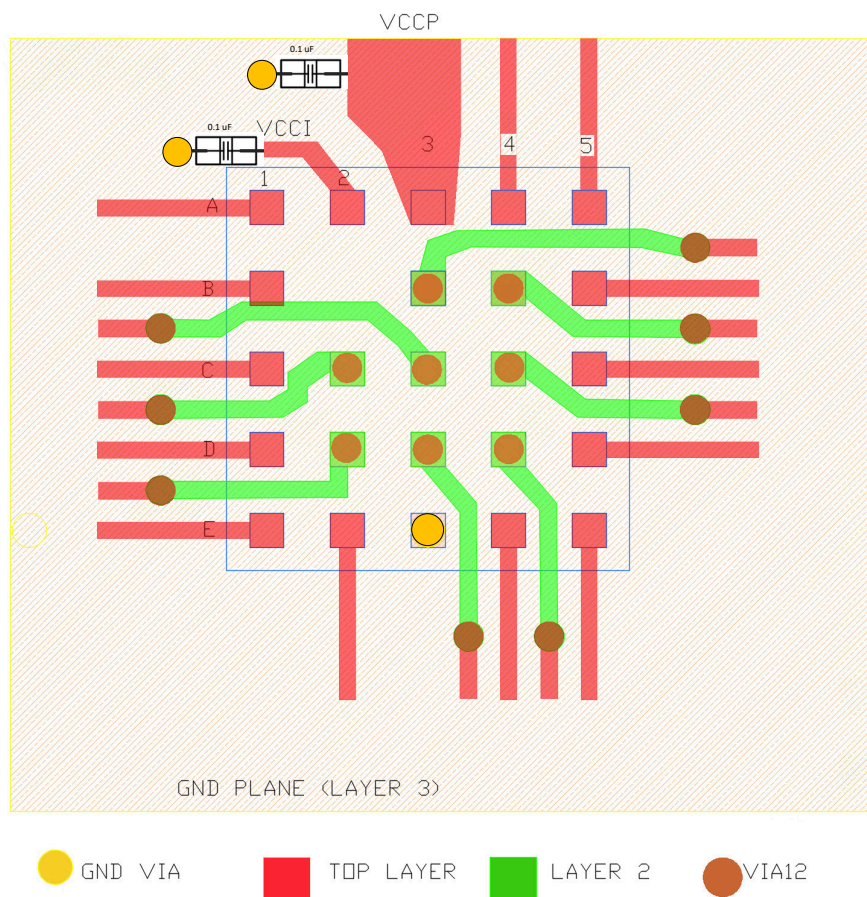

図 8-9. TCAL6416R DTO の部分的レイアウト例 (4 層)
すべての PCB レイアウトにおいて、信号トレースを直角に曲げないこと、集積回路 (IC) の近傍を離れる際に信号トレースが互いに離れていくように配置すること、電源とグランドに代表される大電流トレースがより多くの電流を流せるように、トレース幅を太くすることを推奨します。バイパスおよびデカップリング コンデンサは、電源ピンの電圧を制御するためによく使用されます。より大きなコンデンサを使用すると、短時間の電源グリッチが発生した際に追加の電力を供給できます。また、より小さなコンデンサを使用すると、高い周波数のリップルを除去できます。これらのコンデンサは、できる限り TCAL6416R の近くに配置してください。図 8-9 に、これらのベスト プラクティスを示します。